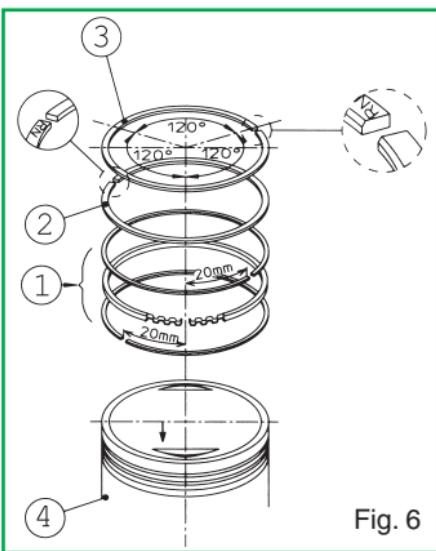

Fig. 6
- Introduire l'expanseur du segment racleur d'huile dans la gorge spéciale sur le piston, monter l'élément inférieur, puis l'élément supérieur en complétant le montage du racleur d'huile (Fig. 6 - Pc. 1).
- Monter le deuxième segment avec l'inscription N tournée vers la partie supérieure du piston comme indiqué en Fig. 6 - Pc. 2.
- Insérer le premier segment de compression avec l'inscription N tournée vers la partie supérieure du piston comme indiqué en Fig. 6 - Pc. 3
- Mettre en place les segments comme indiqué en Fig. 6.
- Mettre en place le piston sur la bielle et introduire le nouvel axe. S'assurer que la flèche gravée sur le ciel du piston est tournée côté échappement (Fig. 6 - Pc. 4).
- Vérifier à nouveau que les segments sont bien positionnés comme indiqué en Fig. 6.